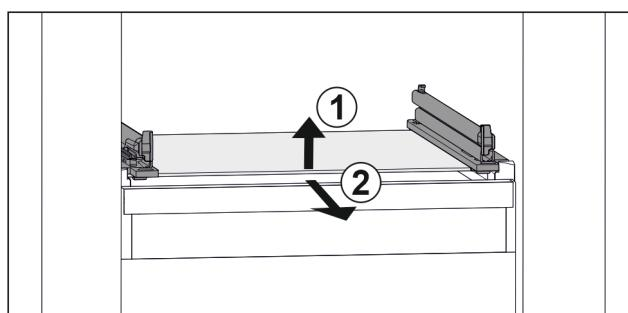

Fig. 61 Príklad zobrazenia sklenej dosky
- Nadvhynite sklenenú dosku vpred. Fig. 61 (1)
- Odoberte sklenenú dosku dopredu. Fig. 61 (2)